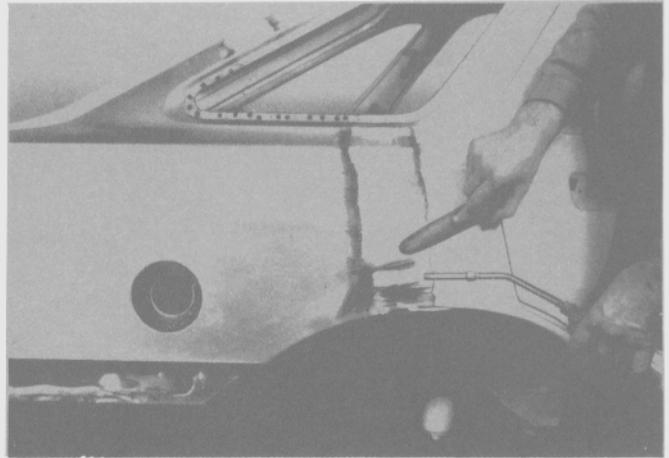

Fig. 233
- Pulir las soldadura por pudelado, estañar y rellenar la junta con soldadura (Fig. 233).